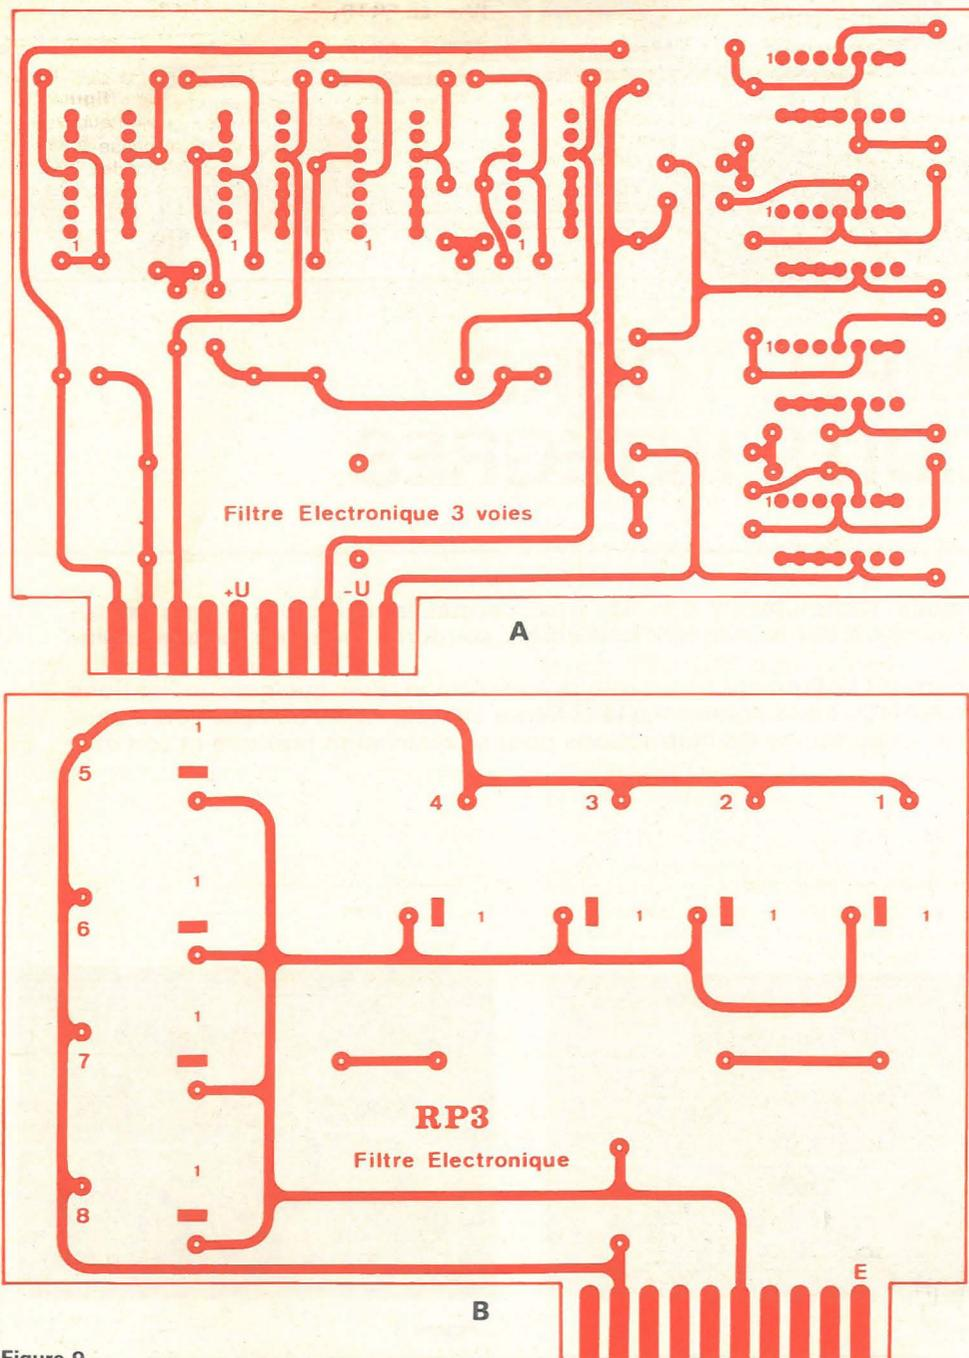

Figure 9
Les deux faces de ce circuit imprimé sont représentées figures 9 (A) et 9 (B) à l'échelle 1. Il s'agit donc d'un circuit imprimé double face.